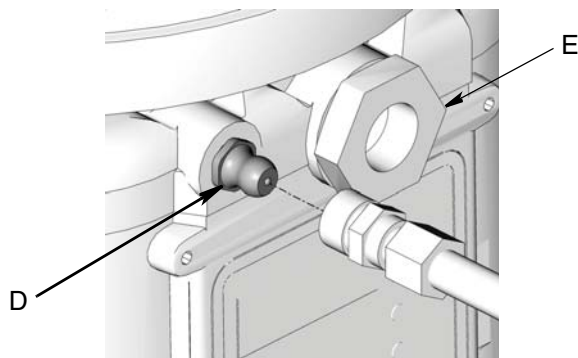

FIG. 22
1. Collegare il flessibile di riempimento al raccordo di ingresso (D) (FIG. 22).